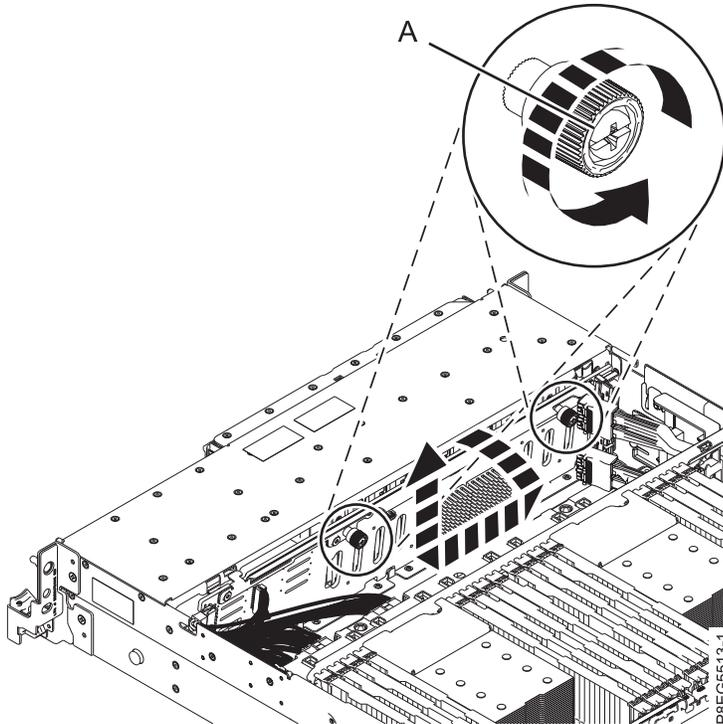

Abbildung 16. Lösen der Plattenlaufwerksrückwandplatine
6. Lösen Sie vorsichtig die Rändelschrauben (A) der Plattenlaufwerksrückwandplatine, bis sie vollständig lose sind (wie dargestellt in Abb. 16 auf Seite 20).